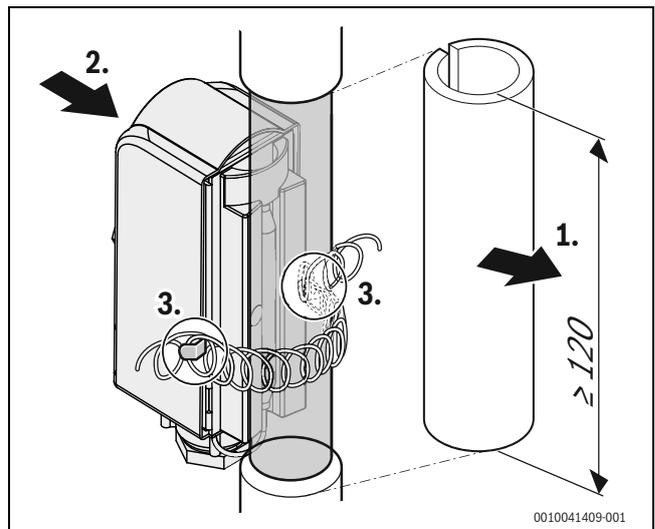

Fig. 18 Monter le thermostat
- ▶ Fixer le thermostat de sécurité sans interstice sur le tuyau de départ à l'aide d'un ruban à ressort (→ fig. 18).